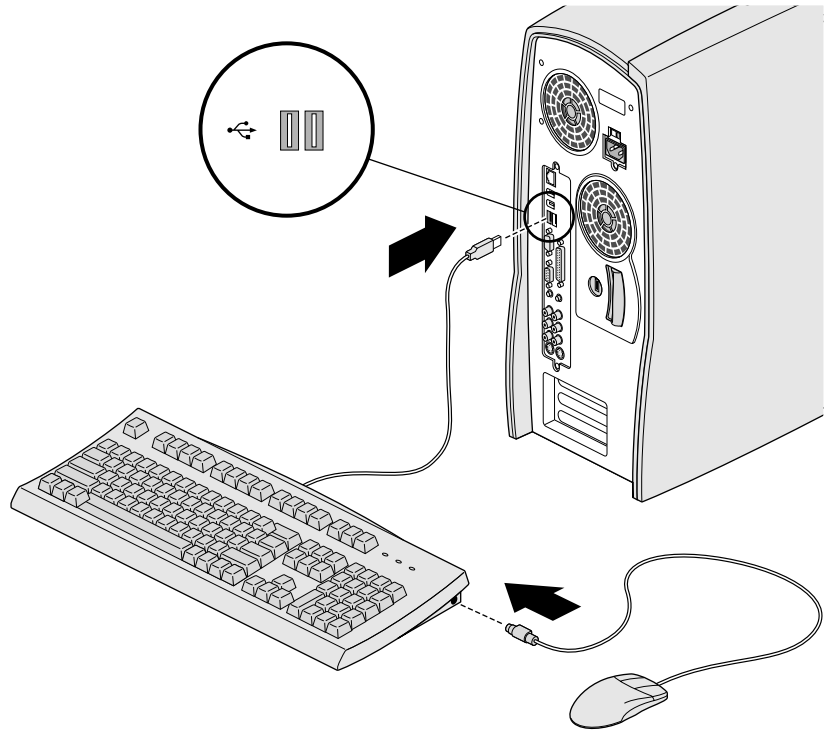

Figure 1-3 Branchement de la souris et du clavier
2. Branchez la fiche PS/2 de la souris sur le clavier, comme indiqué à la Figure 1-3. Connectez ensuite le clavier au port USB gauche du système.